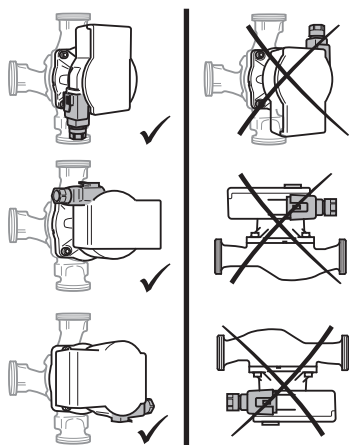

Fig. 2: Poziții de montare
- Locul de instalare trebuie ales în funcție de poziția de montare admisă (Fig. 2).
- Respectați poziția de montare admisă (Fig. 2) și țineți cont de săgeata care indică direcția de curgere de pe carcasa pompei (1).
- Strângeți bine cele 4 șuruburi de la carcasă (5).